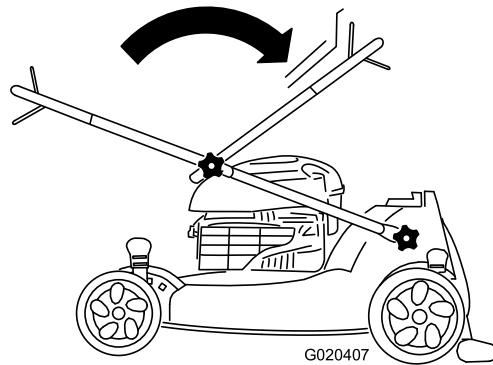

Bild 3
1. Klappen Sie den Griff auf, siehe Bild 3 und Bild 4.